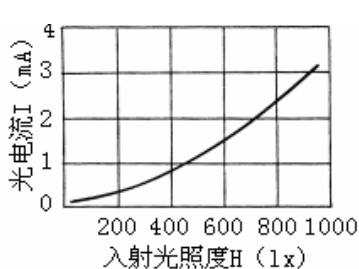

图 8.4 光敏三极管的特性曲线
- 12、光敏三极管光电特性测试,在外加工作电压恒定的情况下,照射光通量与光电流的关系见图 8.4,用各种光源(光源由试验者自己选择,至少选五种光源)改变光强来照射光敏三极管,记录光电流的变化的趋势(列表格记录实验数据)。